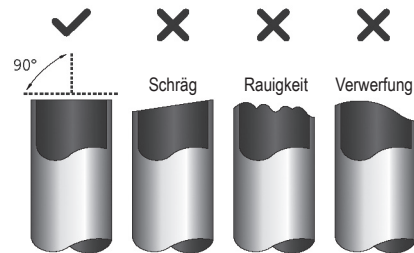

Abb. 6.1
1. Sorgen Sie dafür, dass das Rohr in einem Winkel von genau 90° geschnitten wird. Siehe Abb. 6.1 für Beispiele von falschem Schneiden.